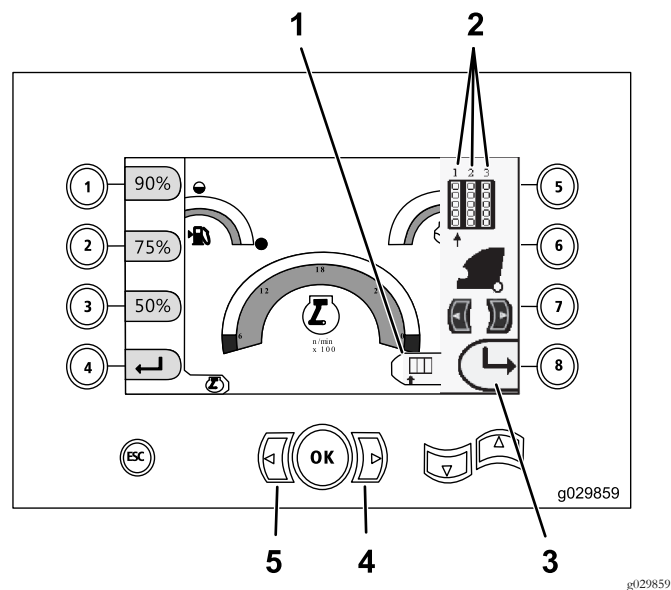

Figura 25
Nota: El icono para el botón 8 es solamente para las versiones de software K y superiores (Figura 25).
1. Pulse Flecha derecha o izquierda para seleccionar el número de la fila a la que desea acceder (Figura 25).
2. Después de colocar la flecha debajo del número de la fila a la que desea acceder, pulse el botón 8 (Figura 25) para ocultar la ventana lateral.